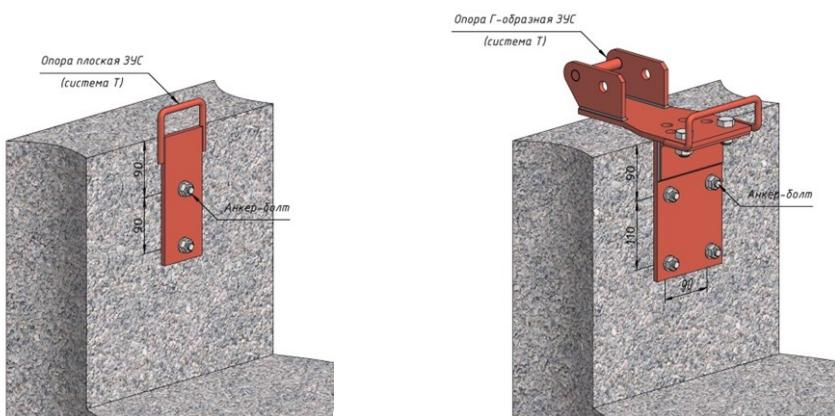

Рисунок 10
14. Разметка и сверление отверстий на парапете. Разметка мест установки опор на смежных этажах производится с использованием рулетки или метра складного, после чего перфоратором сверлятся отверстия на глубину 90 мм диаметром 14 мм. Далее устанавливают и закрепляют опоры на парапет с помощью анкерных болтов (рис. 10).